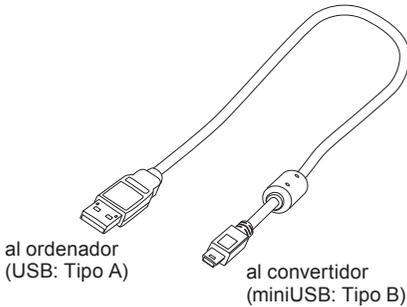

Fig 1. Cable conector
* Cable: USB (Tipo A) - miniUSB (Tipo B) (Fig. 1).